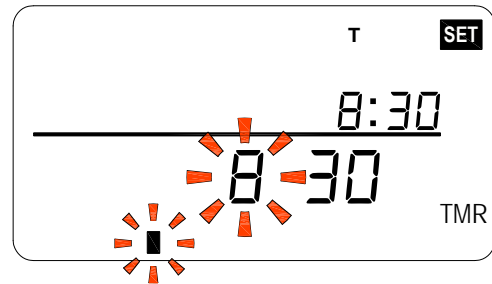

Abbildung 14
- Die eingestellte Startzeit wird in der oberen rechten Ecke der Anzeige dargestellt und das Display wechselt in die Stoppzeiteinstellungen. Die Stundenstellen blinken, siehe Abbildung 14.